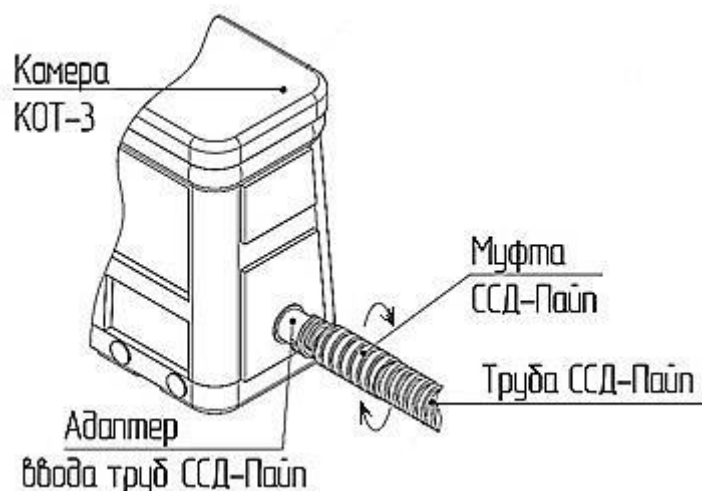

Рис. 16. Навинчивание резьбовой муфты на адаптер.
9.2.8. Навинчивают соединительную резьбовую муфту на адаптер до упора в стенку монтажной площадки КОТ-3-ССД. Затягивают муфту с максимально возможным усилием (рис. 16).